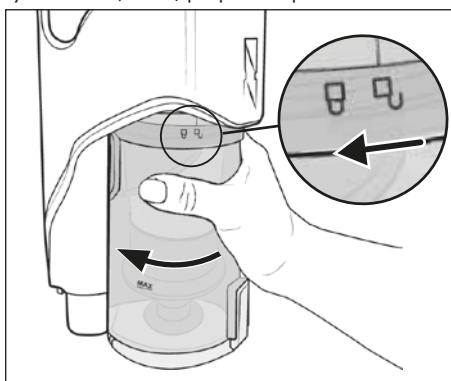

Fig. 16
- 1) Pour extraire le bac à poussière 7 de l'appareil, tournez-le dans le sens du symbole  (ouvrir) jusqu'à ce qu'il se détache de l'appareil (voir fig. 16).